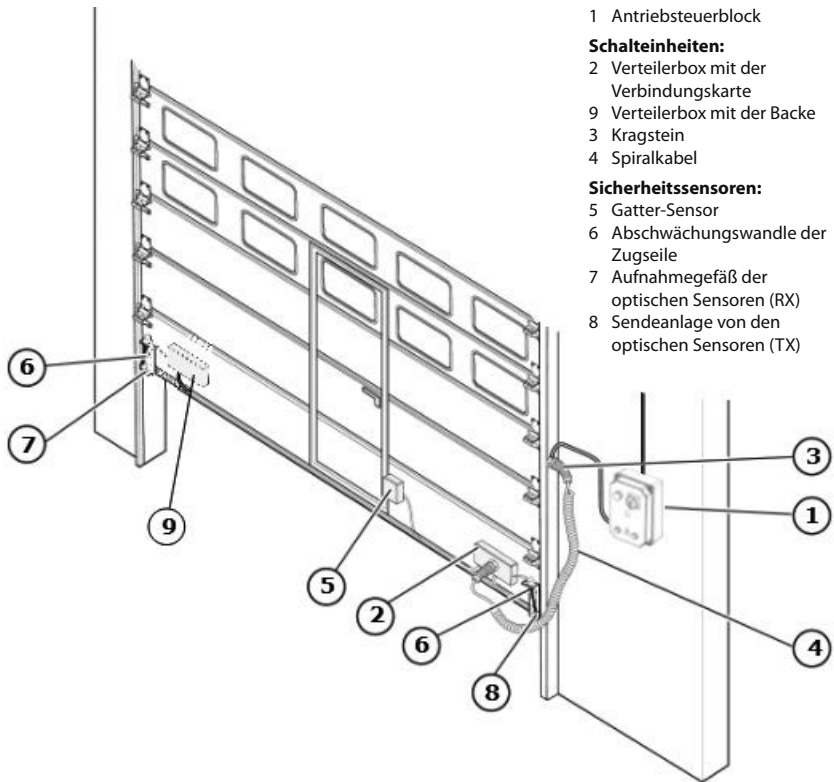

Bild 1 – Der einheitliche Bauschaltplan
Die Aufstellung und alle Anschlüsse müssen von dem Fachtechniker durchgeführt werden. Der einheitliche Bauschaltplan ist auf dem Bild 1 dargestellt.
- Bestimmen Sie die Anordnung des Antriebsteuersystems (des -steuerblocks) (Bild 1), rechts oder links bezogen auf das Torblatt. Es ist empfehlenswert, die Aufstellung der Schalteinheiten auf der Anordnungsseite des Antriebsteuersystems anzufertigen.